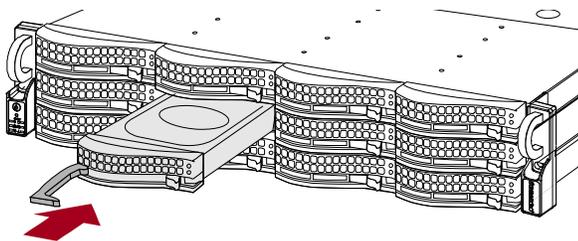

Рисунок 13. Установка жестких дисков
4. Расположите **диск** перед соответствующим **слотом** так, чтобы кнопка находилась справа, и вставьте его (Рис. 13) до упора.